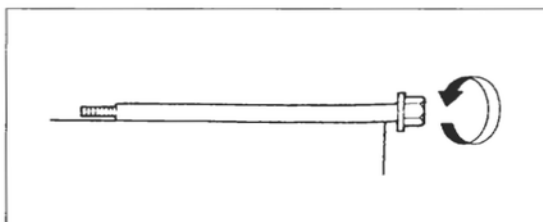

Bild 160
-  Radachse über Richtplatte rollen und so Verzug feststellen (Bild 160). Bei Verzug Achse erneuern. Niemals versuchen, Achse geradezurichten.